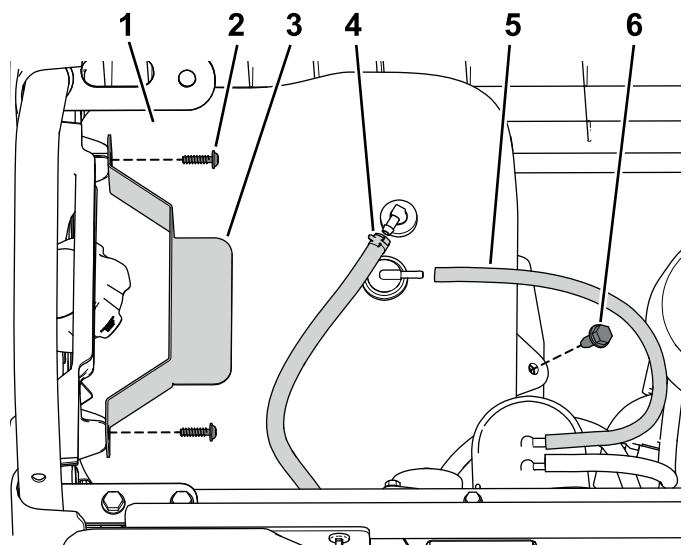

Figura 8
1. Scollegate il tubo di sfiato e il tubo di alimentazione dal serbatoio del carburante (Figura 8).
2. Rimuovete le 2 viti che fissano il dispositivo di tenuta al pannello sinistro e rimuovete il dispositivo di tenuta (Figura 8).
3. Rimuovete il bullone flangiato che fissa il serbatoio del carburante al relativo vassolo e rimuovete il serbatoio del carburante (Figura 8).